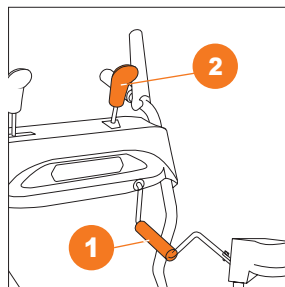

Рис. 22
- Модель **S 6560 / S 7565** для выбора направления выброса снега вращайте рукоятку ❶, дальность выброса регулируйте перемещением рычага регулировки ❷ (Рис. 22).